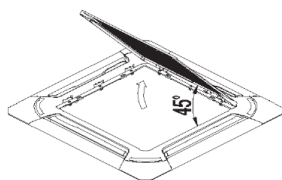

Fig.1-8
- Levantar la rejilla a un ángulo de aprox. 45° y retirarla. (Véase fig. 1-8)